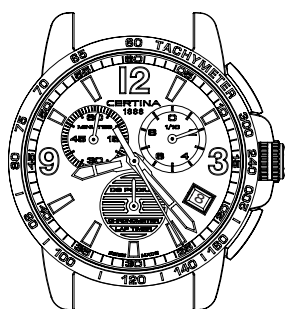

Fig. 3
**Letture dell'ultimo tempo (come da Fig. 3)**